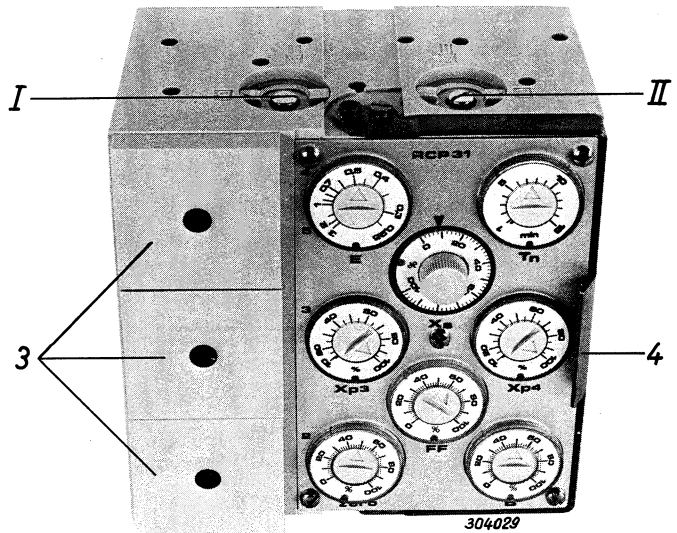

Fig. 2
- Der Steuersinn ist am Oberteil des Einschubes durch Verdrehen des Stellzeigers wählbar (siehe Fig. 2, I und II).